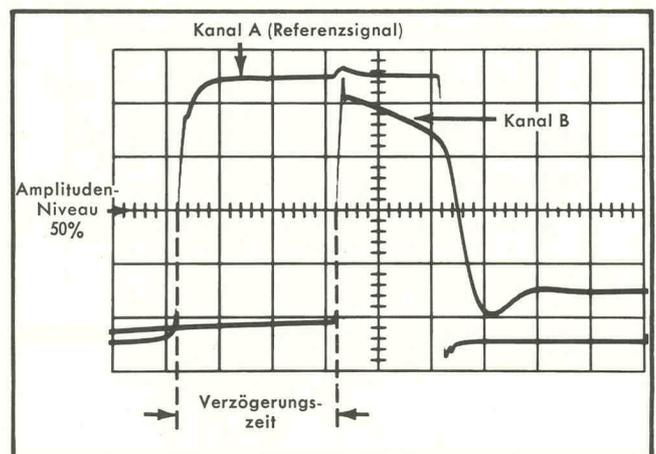

Bild 3-3 Messung der Verzögerungszeit zwischen zwei Impuls-Signalen.
- Der horizontale Abstand zwischen dem Referenzsignal und dem Signal von Kanal B wird gemessen (siehe Bild 3-3).
Mit Zeitbasisschalter in Stellung $2 \mu\text{s}$ und Zeitablenkdehnung für 5 X Dehnung werde zum Beispiel eine horizontale Distanz von 3 cm (wie in Bild 3-3 gezeigt) zwischen der Vorderflanke des Referenzsignals und der Vorderflanke des von Kanal B dargestellten Signals gemessen. Durch Einsetzen dieser Werte in die vorstehende Formel ergibt sich: